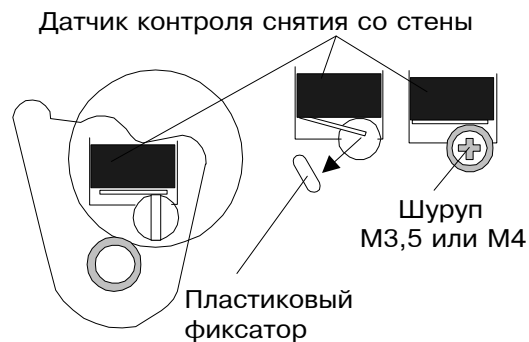

Рис.2
- а). При необходимости использования датчика снятия со стены удалите пластиковый фиксатор, удерживающий контакт этого датчика (рис.2).